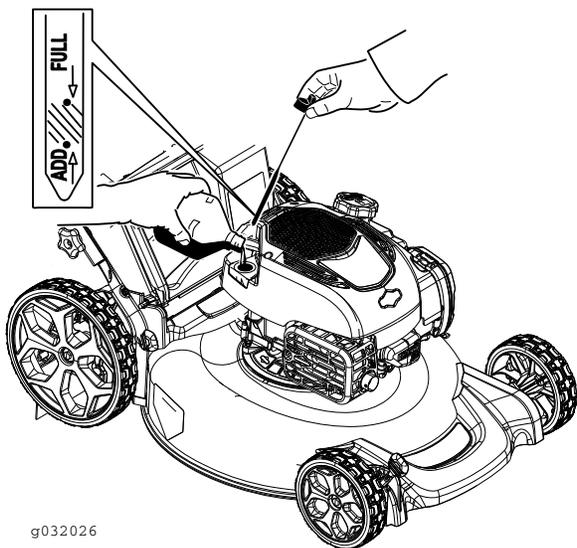

Bild 27
12. Nehmen Sie den Peilstab heraus und lesen Sie den Ölstand ab (Bild 27).